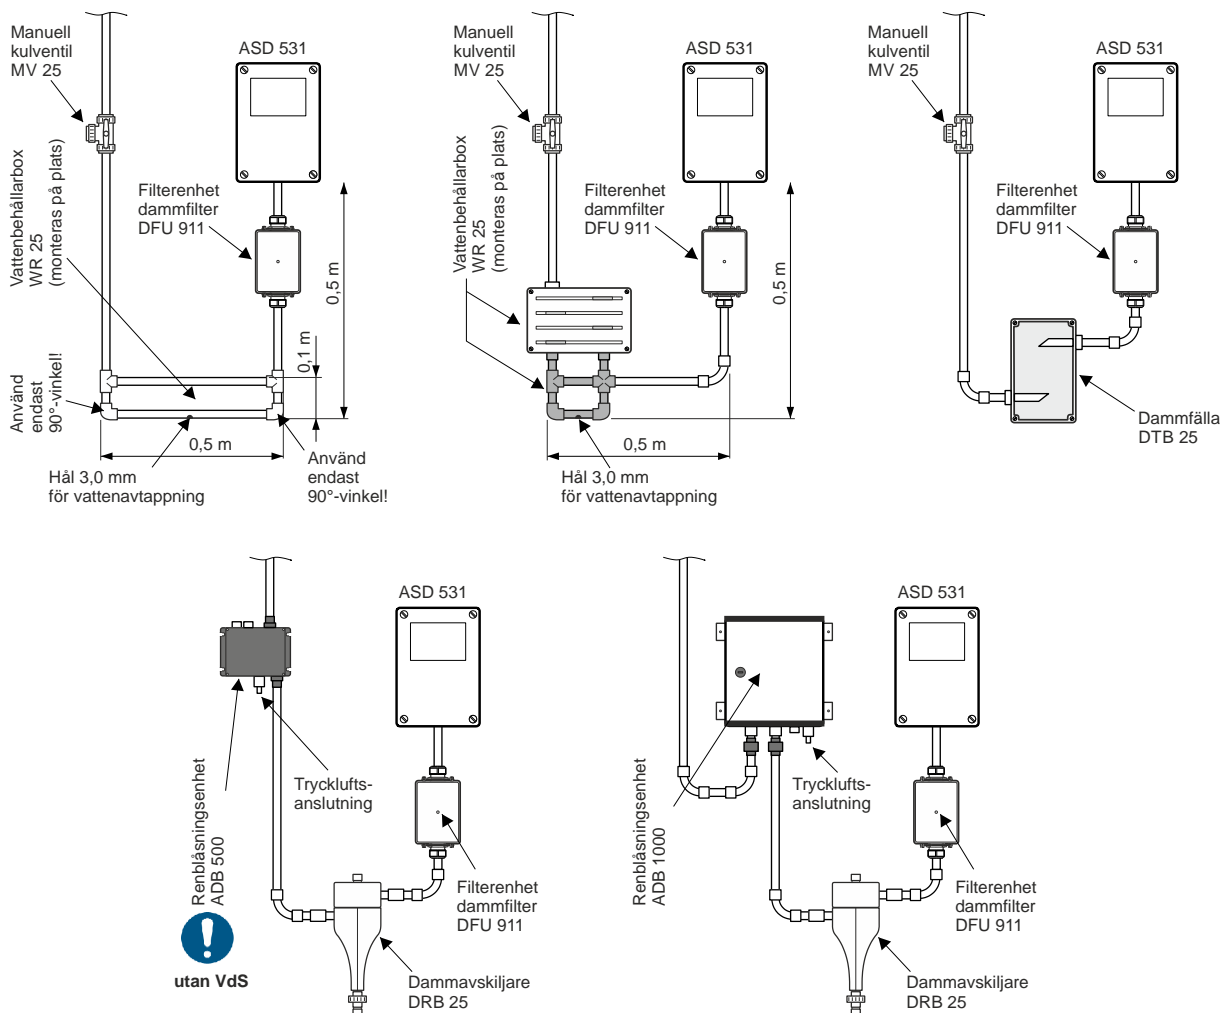

Bild 44 Montering av tillbehörsdel
- Vattenbehållarboxar, dammfällor och dammavskiljare ska monteras i de arrangemang som visas i Bild 44.